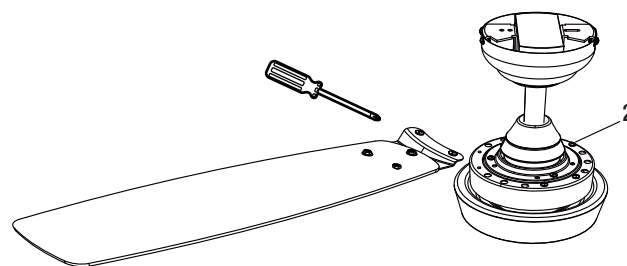

Figura 15
- Retire los dos tornillos del soporte de la hoja en la parte superior del motor y guárdelos, posicione el soporte de la hoja (J) arriba del motor de manera que las hojas queden alineadas (Figura 15). Ajuste los tornillos del soporte de la hoja instalados previamente.